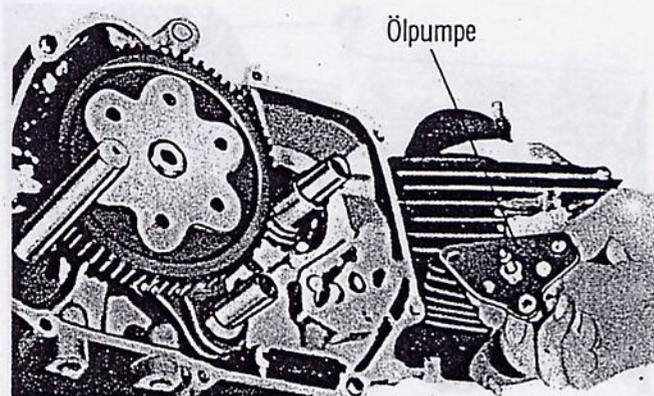

Abbildung 9
5. Die drei Kreuzschlitzschrauben des Ölpumpendeckels lösen. Die Ölpumpe kann jetzt demontiert werden. (Abbildung 9)